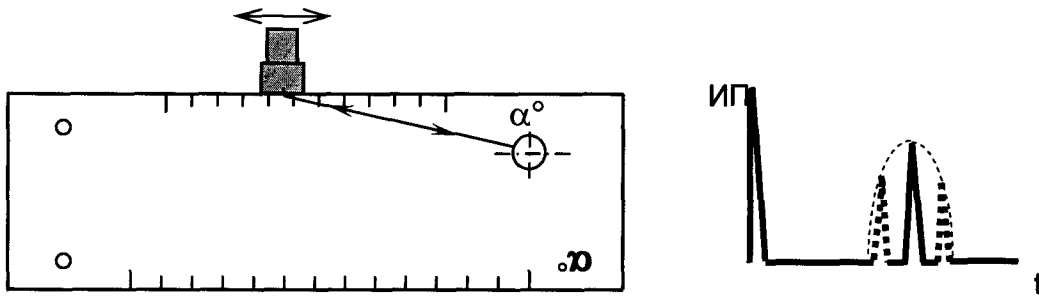

Рисунок 8.8
- г) установить ПЭП на поверхность образца №2 с отражателем на глубине 15 мм. Перемещая ПЭП в небольших пределах по поверхности меры (притирая ПЭП), добиться максимальной амплитуды эхо-сигнала от требуемого отражателя (см. рисунок 8.8). Запомнить положение отраженного сигнала по длине развертки экрана дефектоскопа.